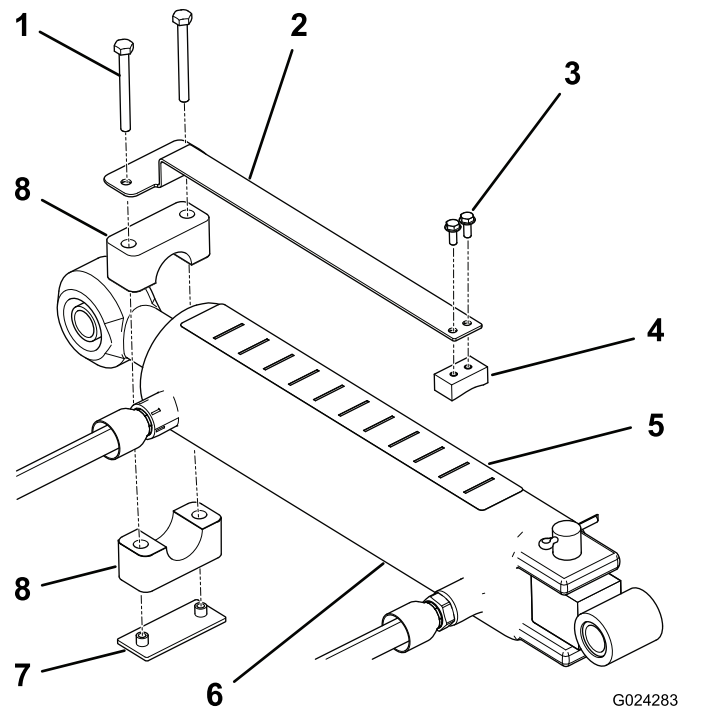

図 8
1. スライドブロックの平らな面に深さゲージを取り付けるねじ#10 x 1/2"2本を使用し、各部材を 図 8 のように配置する。
2. チューブクランプ、溶接プレート、およびねじ1/4 x 2 1/2"2本を使って、深さゲージを上リンクシリンダのロッドの先端部に仮止めする 図 8。適当な位置に自由に回せるようにクランプはゆるく止めておくこと。
4. デプスデカルをシリンダ上部の操作位置から見え、油圧ホースに隠れない位置に貼り付ける 図 8。